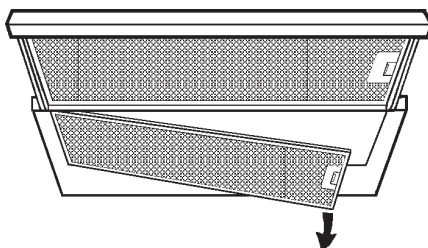

fig.4
2. A l'aide de la poignée, poussez l'arrêt vers l'intérieur, tirez le filtre vers le bas et retirez-le (fig. 4). Ouvrez le tiroir et procédez de la même façon pour retirer le second filtre